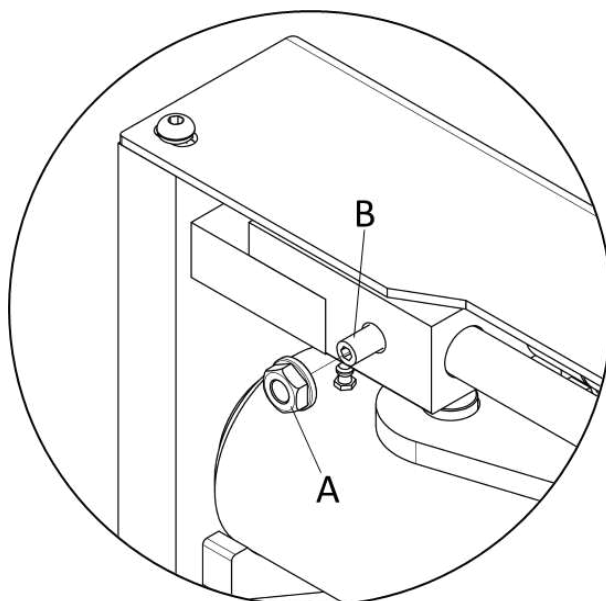

Figura 15
2. Per aumentare o diminuire la velocità di apertura delle forche, svitare il dado A e girare lo strozzatore a vite B in modo da regolare la pressione (vedi *Figura 15*); nel caso questo non basti, consultare la *Tabella 6* a pag.40 per altre possibili soluzioni.